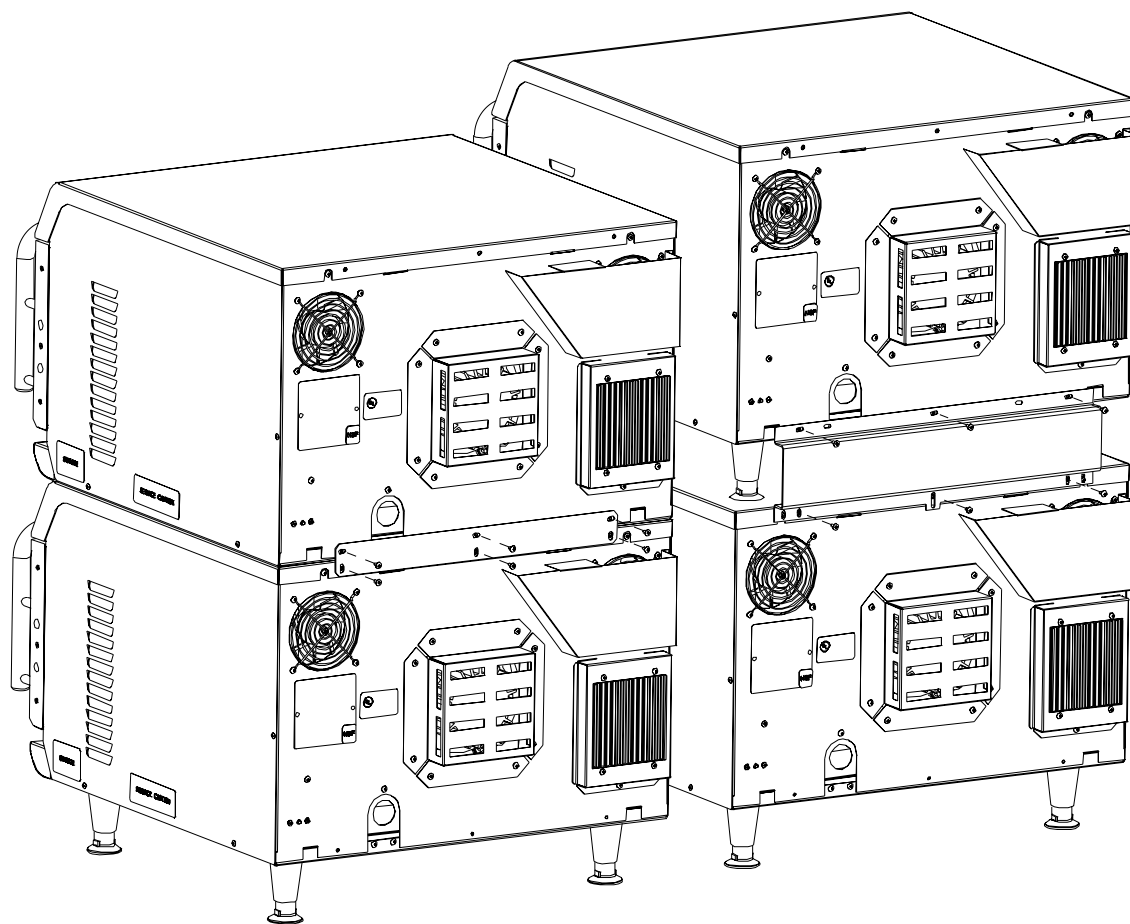

BILD 3: Gestapelte HHB2 Öfen (zwei Aufstellungsarten)
4. Die Stapelhalterung an der Geräterückseite mit den vorhandenen Ofenschrauben, wie in Bild 3 dargestellt, befestigen.
5. Die Schrauben des oberen Ofens entfernen, wie in Bild 3 gezeigt.